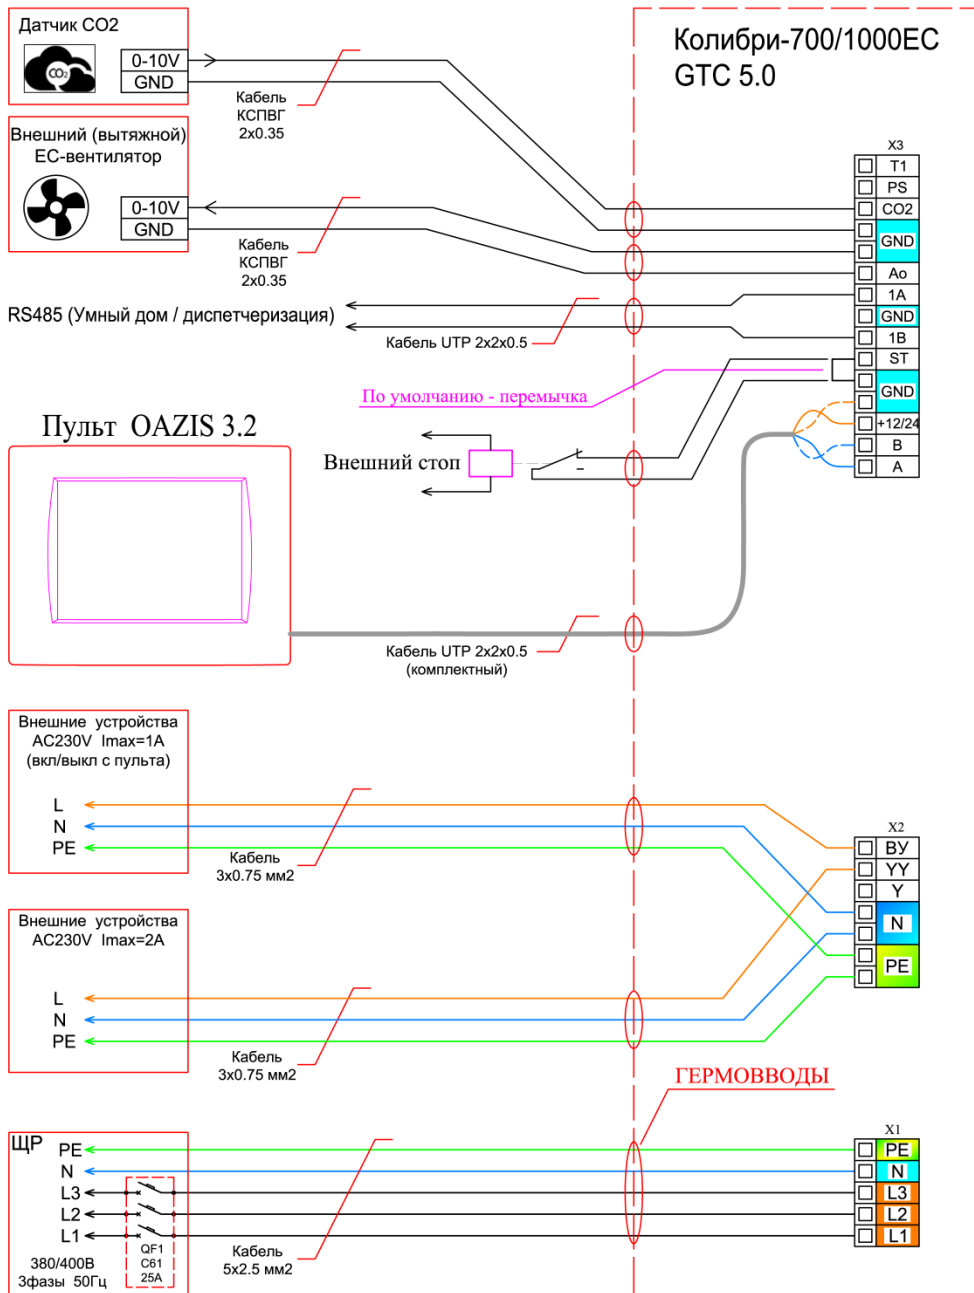

Рис. 4
Подключение K-700/1000ES производится в соответствие со схемами (См. Рис. 4 и Рис. 5), «пропуская» кабели через установленные в корпусе гермовводы (11).